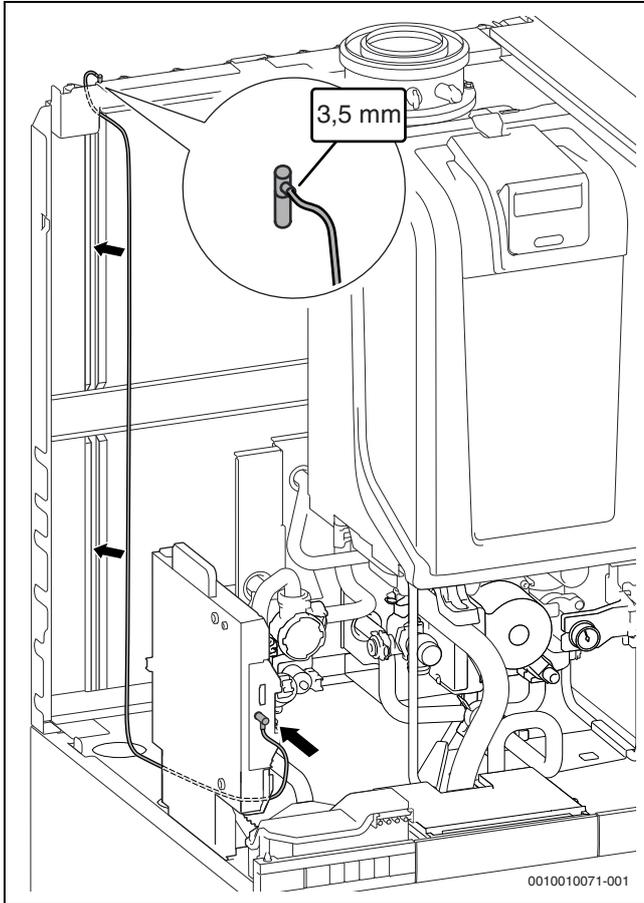

Bild 183 Anschluss und Verlegung des Kabels an Bosch MB LANi
- ▶ Kabel für den Anschluss von Bosch MB LANi aus dem Lieferumfang entsprechend Bild 183 verlegen.